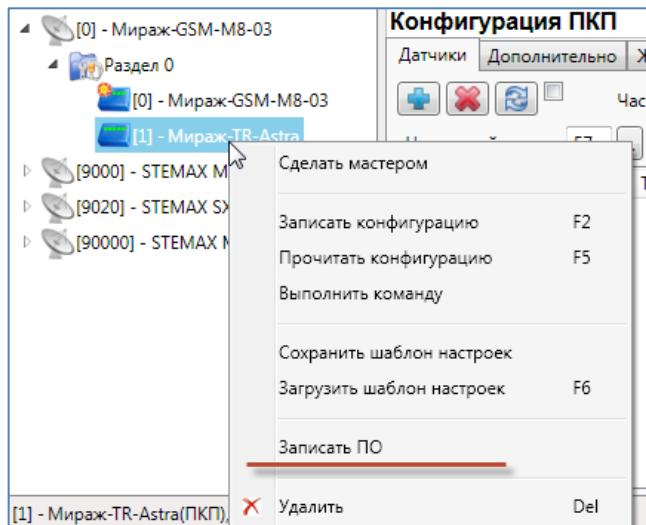

Рис. 6.1. Контекстное меню устройства, выбор функции *Записать ПО*
4. Щелкните правой кнопкой мыши по строке группы параметров трансивера в дереве устройств и в появившемся меню выберите *Записать ПО* (рис. 6.1).